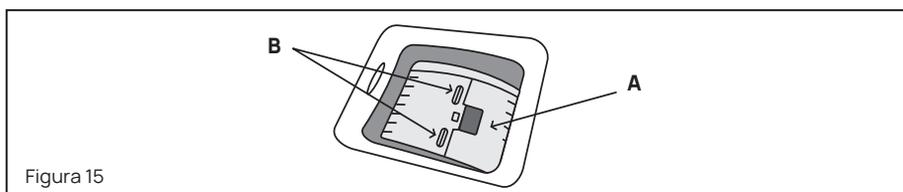

Figura 15
- Identifique las puertas del tambor y ábralas pulsando el botón gris (A), sosteniendo la otra tapa con la mano. Ver figura 15.
- Verifique el correcto encastre de las pestañas laterales (B). Ver figura 15.